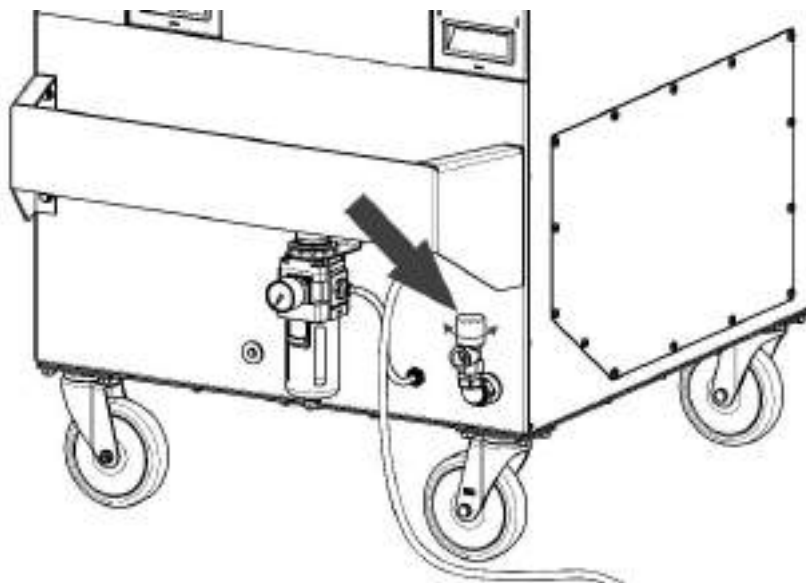

Рисунок 10
- 3) повернуть вентиль предохранительного клапана против часовой стрелки (рисунок 10). С резким выбросом воздуха из ресивера сойдёт скопившаяся влага;